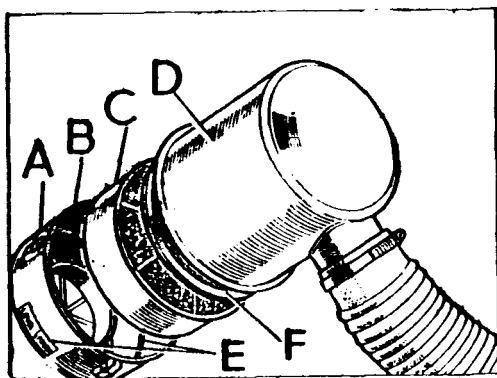

Fig. A1-1 Purificador de aire desmontado
- 2.1. Soltar los tres ganchos, A (Fig. A1-1) que fijan el cuerpo, D, del filtro al depósito, B.
- 3.1. Rellenar el depósito, B (Fig. A1-1) con aceite de motor, hasta el nivel determinado por las marcas, E.
- 3.2. Formar el conjunto del filtro fijándolo con los tres ganchos, A (Fig. A1-1).